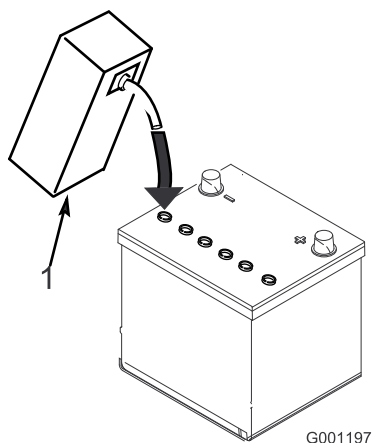

Figura 4
3. Llene cuidadosamente cada celda con electrolito hasta que las placas estén cubiertas de aproximadamente 1/4 pulgada de fluido (Figura 4).
4. Espere aproximadamente 20 – 30 minutos para que el electrolito penetre en las placas. Rellene si es necesario para que el electrolito llegue a una distancia de aproximadamente 1/4 pulgada del fondo del hueco de llenado (Figura 4).